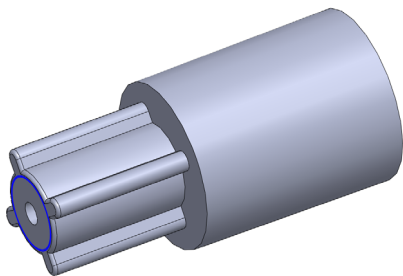

图 7-17 创建涡状线效果
(6) 单击【确定】按钮，即可创建涡状线，效果如图 7-17 所示。